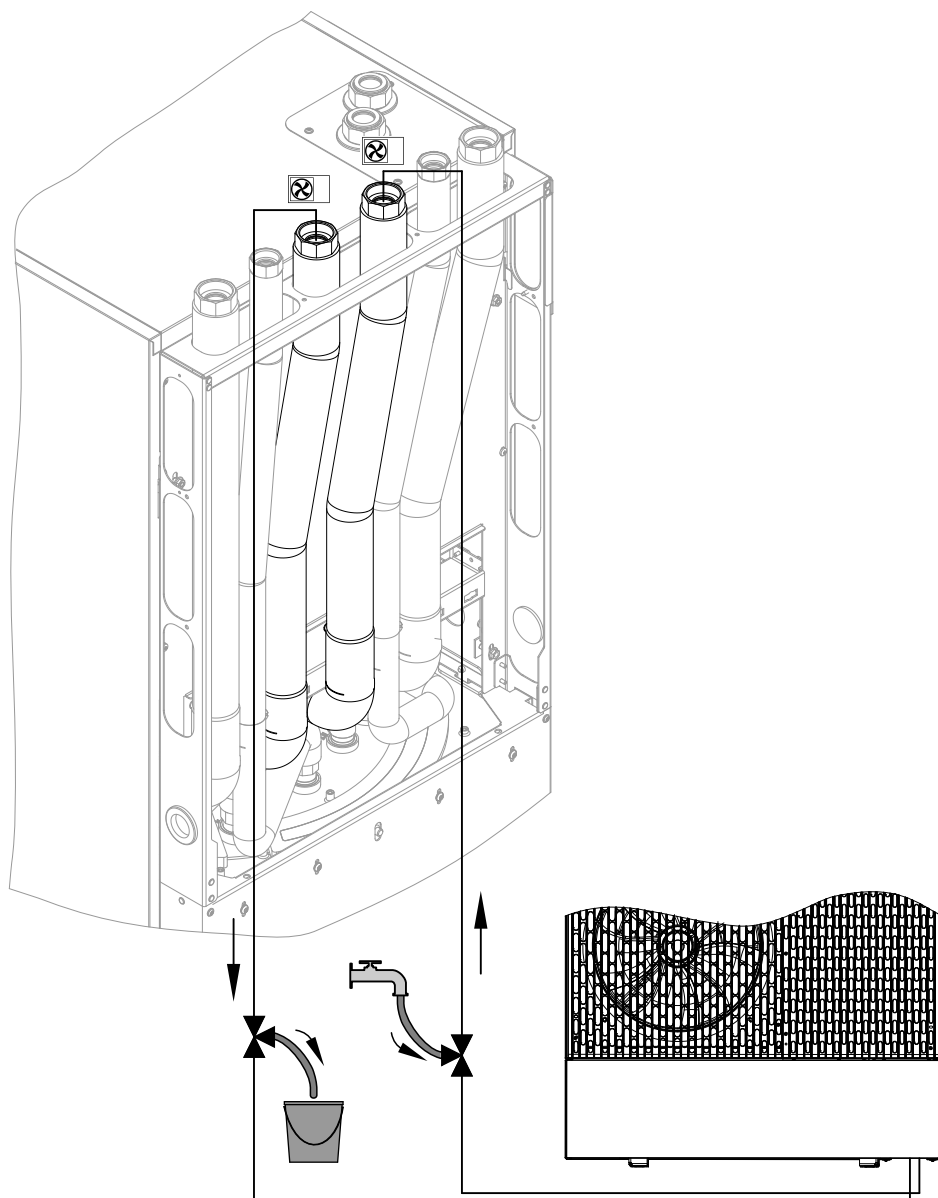

Abb. 76
3. 3-Wege-Kugelhähne im Vor- und Rücklauf Außeneinheit gemäß Abb. 76 öffnen: **Offen in allen Richtungen**